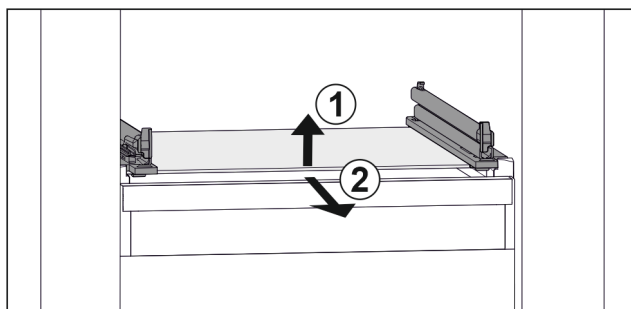

Fig. 47 Eksempel på fremstilling av glassplaten
- Løft opp glassplaten foran. Fig. 47 (1)
- Ta ut glassplaten fremover. Fig. 47 (2)